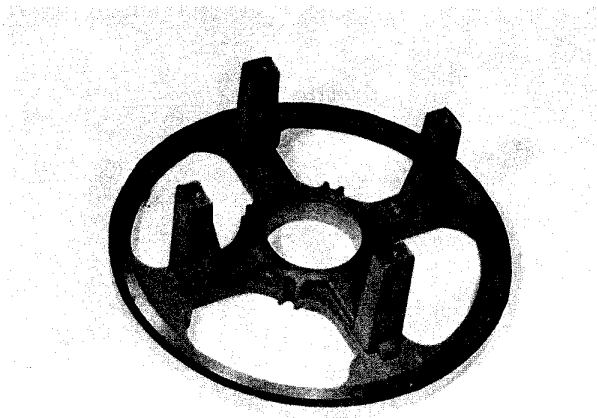

FIGURA 6-48
4. Revise el soporte del extremo por si hay roscas estropeadas, rajaduras, y superficies de contacto ásperas o con rebabas. Revise el hueco del cojinete por si hay rebabas o desgaste. Si el soporte tiene un desgaste excesivo en el hueco del cojinete, debe ser reparado o reemplazado. (Figura 6-48)